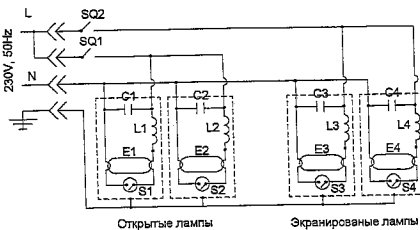
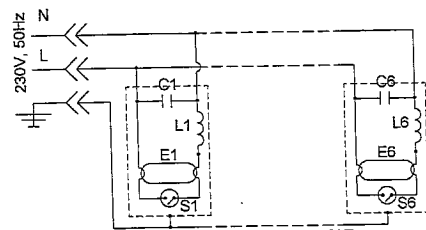

Рис.3 Электрическая схема ОБП-300П
Рис.4 Электрическая схема ОБП-450П
- 7.6 Подключить облучатель к сети питания, как это показано на схемах (рис.3, рис.4), при этом учесть следующее: